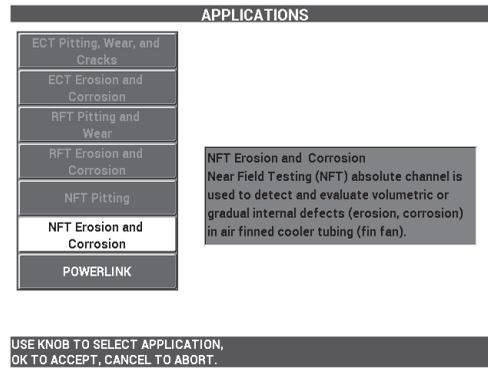

Figura 5-234 L'applicazione NFT erosione e corrosione
2. Selezionare **CONTINUA** (premere il tasto A) per aprire il menu di selezione dell'applicazione e in seguito usare la manopola per selezionare **NFT erosione e corrosione** e premere ✓ per confermare (vedere Figura 5-234 a pagina 308).